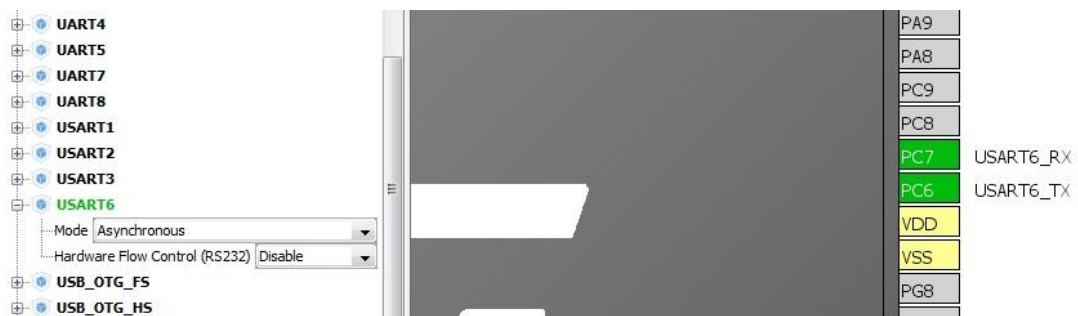

Рисунок 4.6 – Конфігурування виводів МК *STM32F429ZGT6* (USART6)
5. Активуємо модуль *USART6* (рисунок 4.6), а також таймер *TIM7*.